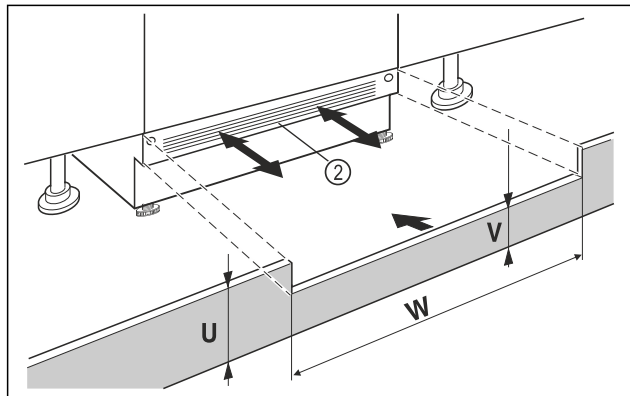

Fig. 39 Simbolična slika
- ▶ Nataknite okrasno letev naprave Fig. 39 (2), vendar je še ne fiksirajte.
- ▶ Če je okrasna letev Fig. 39 (2) vidna, jo potegnite gor tako daleč, da sta sprednji rob prezračevalne rešetke in okrasna letev pohištva poravnana.
- ▶ Če je okrasna letev Fig. 39 (2) zakrita, jo potisnite do konca nazaj.
- ▶ Pazite, da so prezračevalne reže popolnoma proste: Po potrebi prilagodite višino okrasne letve Fig. 39 (U) pohištva!
- ▶ Prilagodite višino stojine Fig. 39 (V) vzdolž širine niše Fig. 39 (W) pod okrasno letvijo Fig. 39 (2) pohištva.